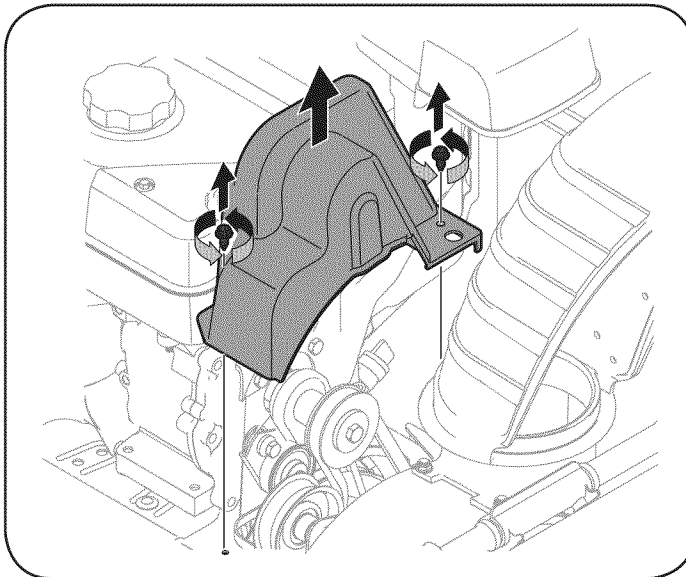

Figura 28
2. Saque la cubierta plástica de la correa ubicada en el frente del motor. Para ello saque los dos tornillos autorroscantes. Vea la Figura 28.